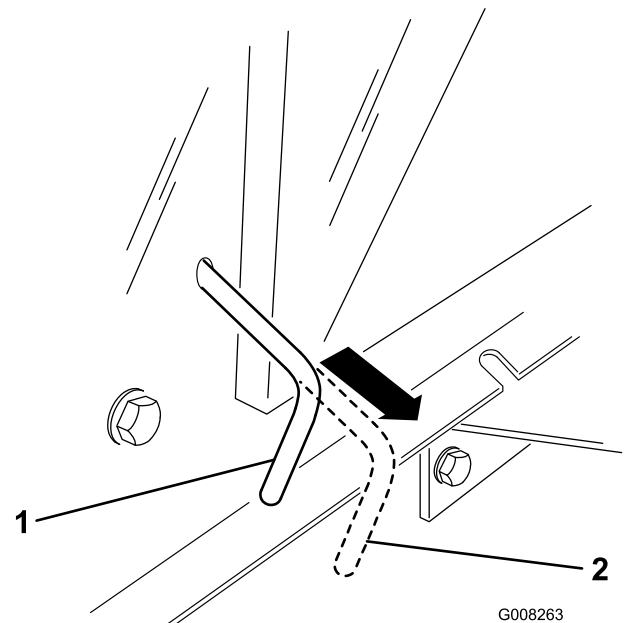

Figura 15
Nota: Il sistema di trazione è disinserito, e le ruote girano liberamente (Figura 15).
2. Inserite il comando della trazione in posizione di funzionamento (Figura 15) per ingranare la trazione.